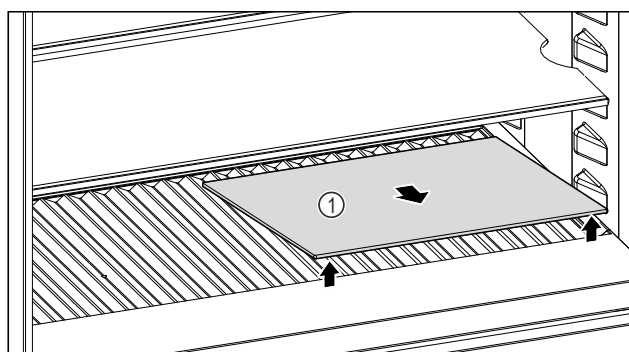

Fig. 254
- Dvignite stekleno ploščo Fig. 254 (1) pri odprtini spredaj in jo odstranite.
- Stekleno ploščo Fig. 254 (1) varno shranite zunaj naprave.